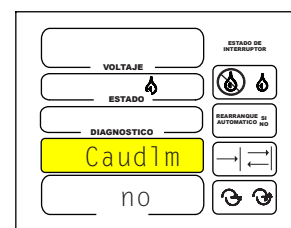

Figura 49-1
La constante caudalímetro sí/no habilita (activa) o inhabilita (desactiva) la función de caudalímetro. La función de caudalímetro debe estar activada (habilitada) para que la opción caudalímetro esté activa. El valor predeterminado es desactivado. Vea la Figura 49-1.
1. Caudalímetro debe estar destellando. Vea la Figura 49-1.